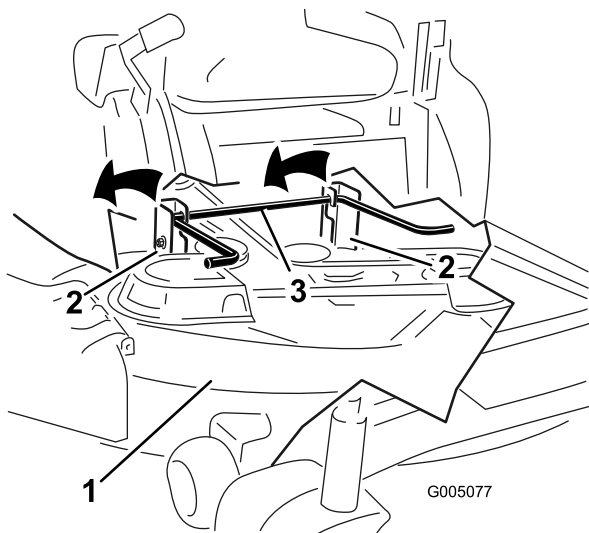
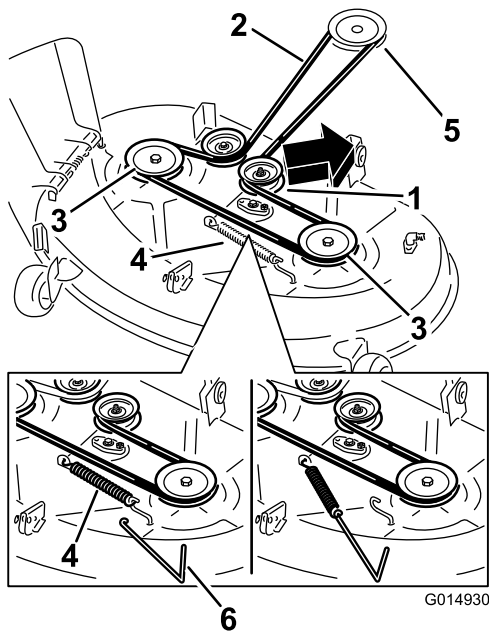
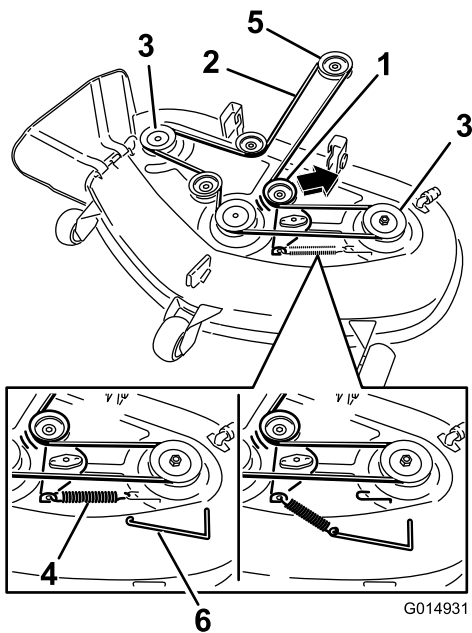

Figura 57
Figura 58
Figura 59
5. Usando las asas de la carcasa de corte, eleve la carcasa de corte y separe ésta y las pletinas de suspensión de la varilla de elevación trasera; luego baje el cortacésped con cuidado al suelo (Figura 57 y Figura 59).
4. Usando una herramienta para la retirada de muelles (Pieza Toro N° 92-5771), retire el muelle tensor del gancho de la carcasa para eliminar la tensión de la polea tensora, y retire la correa de las poleas (Figura 58 y Figura 59).
5. Pase la correa nueva alrededor de las poleas del motor y del cortacésped (Figura 59).
6. Usando una herramienta para la retirada de muelles (Pieza Toro N° 92-5771), instale el muelle tensor sobre el gancho de la carcasa y tense la polea tensora y la correa (Figura 58 y Figura 59).
5. Eleve la parte trasera de la carcasa de corte y coloque los soportes sobre la varilla de elevación trasera (Figura 57).